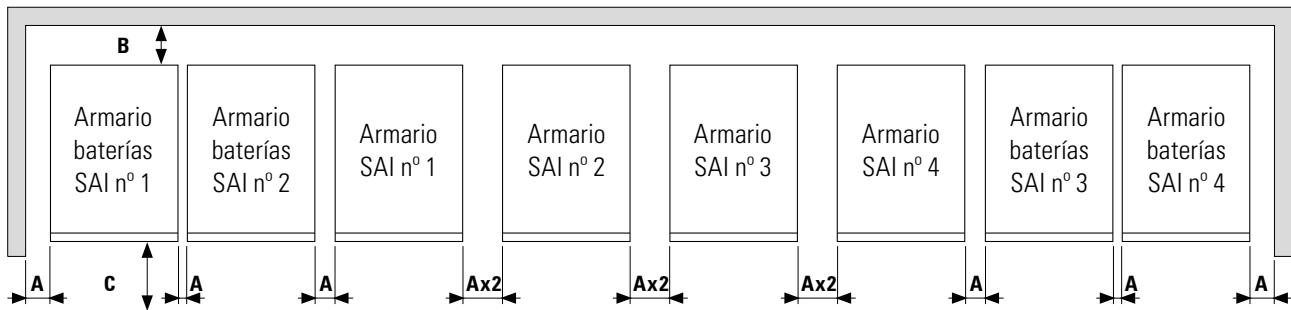

Fig. 37. Cotas mínimas para la ventilación de un sistema.
- En la *Fig. 37* se representa un ejemplo de 4 equipos en paralelo con su respectivo armario de baterías. Para sistemas de menos unidades actuar en consecuencia según cada caso.